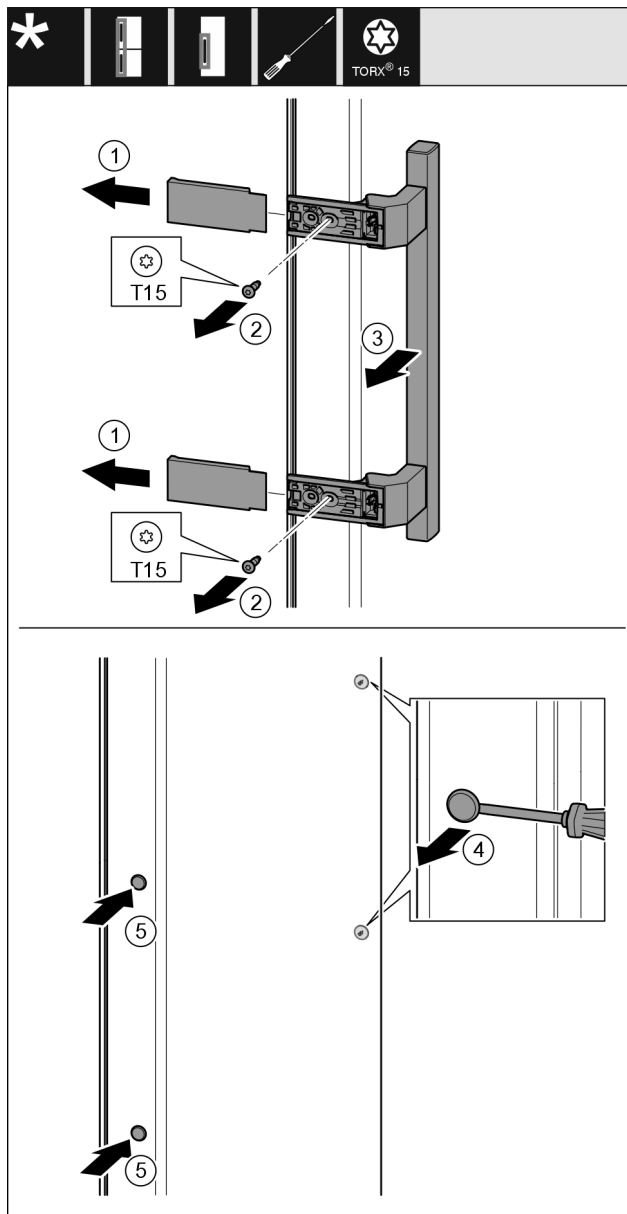

Fig. 19
- Τραβήξτε έξω το κάλυμμα Fig. 19 (1).
- Ξεβιδώστε τις βίδες Fig. 19 (2) με κατσαβίδι.
- Αφαιρέστε τη λαβή Fig. 19 (3).
- Ανασηκώστε προσεκτικά και τραβήξτε έξω την πλαϊνή τάπα Fig. 19 (4) με ένα ίσιο κατσαβίδι.
- Τοποθετήστε ξανά την τάπα Fig. 19 (5) στην άλλη πλευρά.